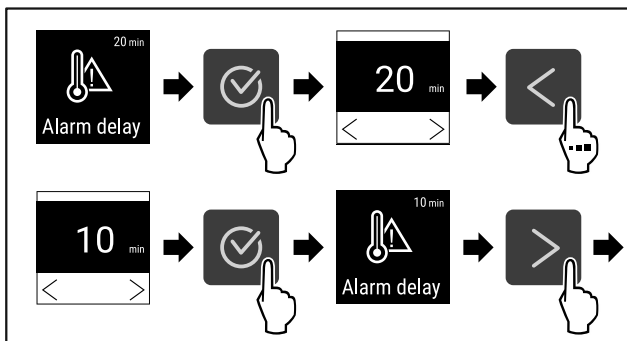

Fig. 100
- Vykonaňte kroky akcie (pozri Fig. 100) .